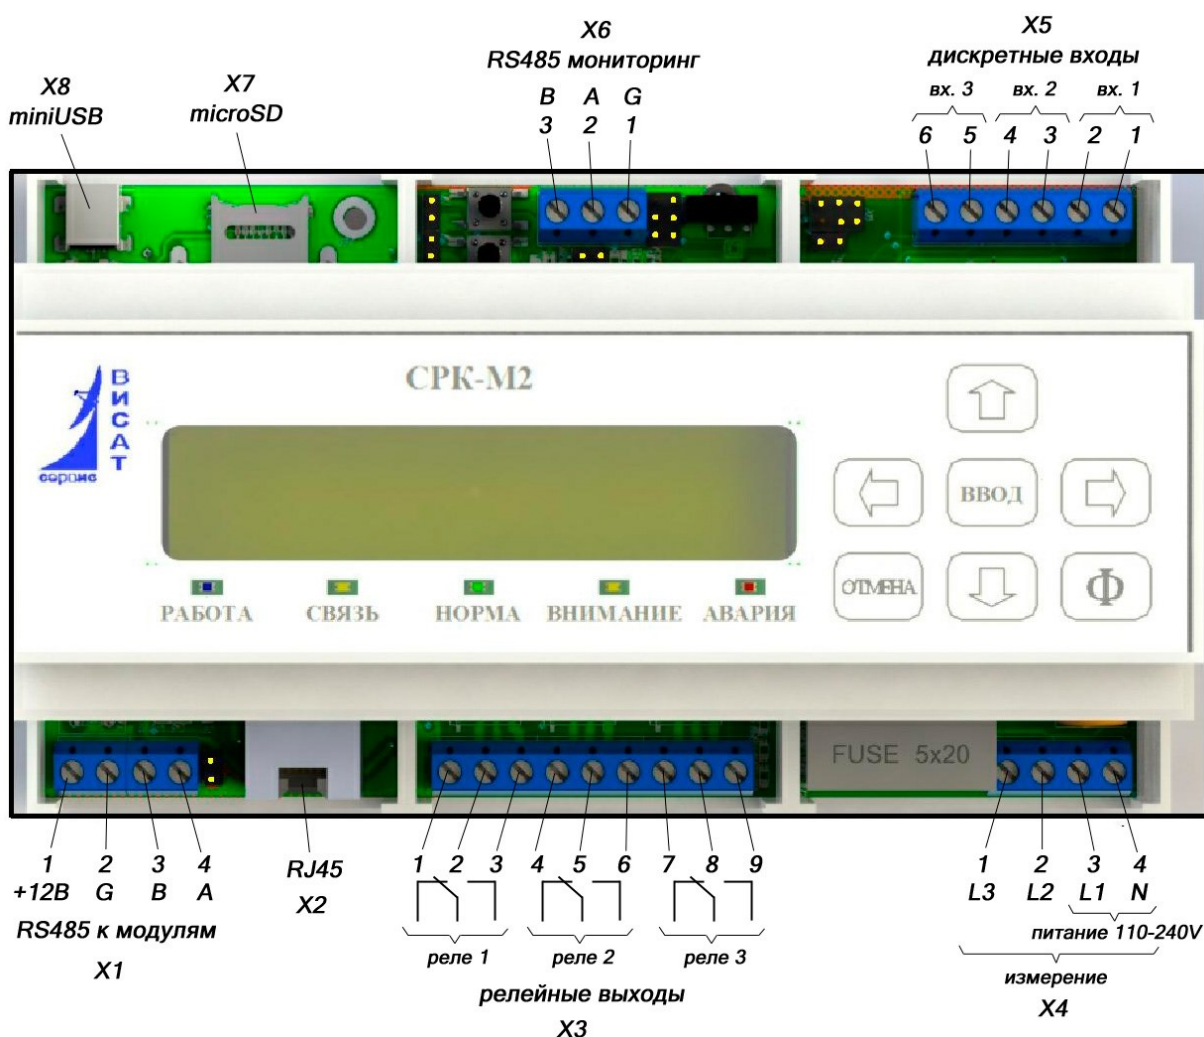

Рисунок 3
- интерфейс RS485 с гальванической развязкой для связи с системой мониторинга и управления (разъем X6, см. Рисунок 3);